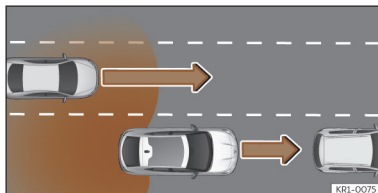

Fig. 132 Ultrapassagem com trânsito na parte traseira.
- Quando se é ultrapassado por outro veículo >>> **Fig. 132**.